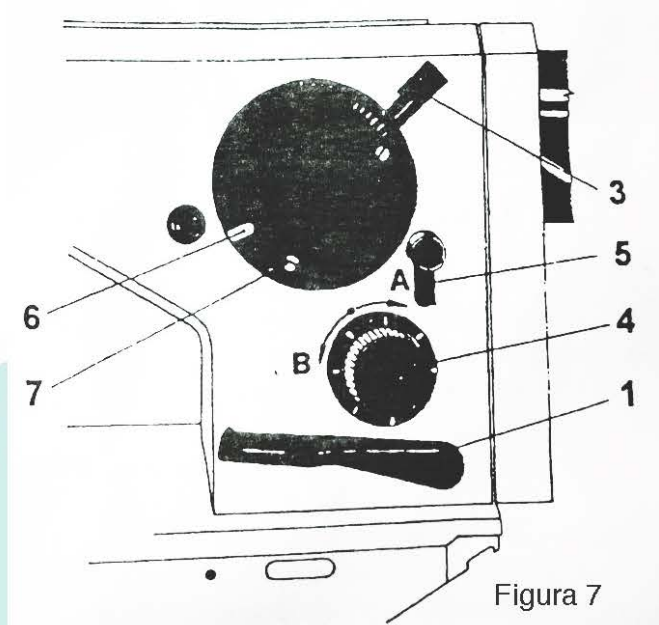

Figura 7
O Tamanho do ponto pode ser ajustado através do dial do ponto (4) que está localizado no cabeçote da máquina como mostrado na figura 7. O tamanho do ponto pode ser alterado entre 0 e 5 mm girando o dial. Girando o dial para o sentido horário (A) o ponto aumenta de tamanho e para o sentido anti-horário (B) o tamanho do ponto diminui.